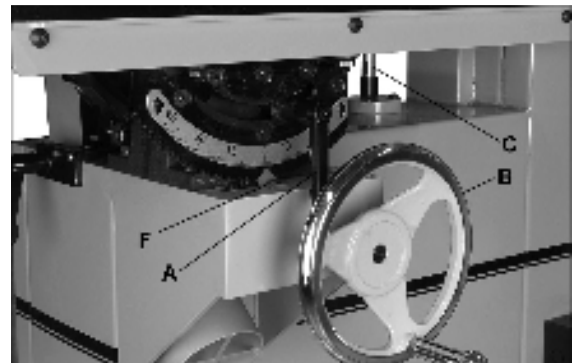
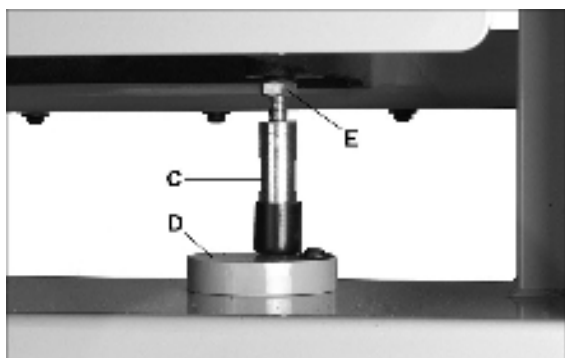

Рис. 19: наклон стола
Рис. 20: упор-ограничитель стола
См. Рис. 19 и 20.
1. Ослабьте запорный рычаг (Рис. 19, А).
2. Для **наклона стола вправо** (если смотреть со стороны оператора или передней части станка) до 45°, вращайте маховик (Рис. 19, В) против часовой стрелки.
3. Для **наклона стола влево** (если смотреть со стороны оператора или передней части станка) ослабьте запорный рычаг (Рис. 19, А) и прокрутите маховик по часовой стрелке на один или два оборота, чтобы ослабить давление на упорный болт (Рис. 19, С). Отверните круглую плиту (Рис. 20, D) в сторону. Затем вращайте маховик по часовой стрелке для наклона стола влево до 15°.
4. Для завершения регулировки затяните упорный рычаг (Рис. 19, А).
ПРИМЕЧАНИЕ: круглую плиту (Рис. 20, D) по желанию можно затянуть или ослабить с помощью 4 мм шестигранного ключа.
Также, рычаг (Рис. 19, А) можно повернуть в более удобное положение. Просто приподнимите рычаг и поверните его на оси, затем отпустите его. Убедитесь, что рычаг сел на ось.
3. Ослабьте рычаг (Рис. 19, А) и наклоняйте стол с помощью маховика (Рис. 19, В) до тех пор, пока упорный болт (Рис. 19, С) не упрется в круглую плиту (Рис. 20, D).
5. Если стол не перпендикулярен пильному полотну, ослабьте крепежную гайку (Рис. 20, E) с помощью 17 мм ключа, затем прокрутите упорный болт. Закручивайте болт до тех пор, пока не исчезнет просвет между угольником и полотном.
6. Затяните крепежную гайку (Рис. 20, E), чтобы зафиксировать положение стола.
7. Затяните рычаг (Рис. 19, А).
8. Проверьте, чтобы указатель шкалы (Рис. 19, F) располагался на нуле. При необходимости ослабьте винт указателя и сдвиньте его на ноль. Затем снова затяните винт.